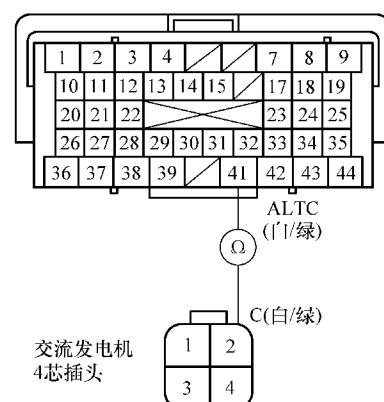

图 3-26 测试 B41 与交流发电机 2 号端子
- 11) 将 HDS 与 SCS 线短接，然后将点火开关旋至锁定 (LOCK) (0) 位置。
- 13) 如图 3-26 所示，检查 ECM/PCM 插头 B41 端子与交流发电机 4 芯插头 2 号端子之间是否导通。